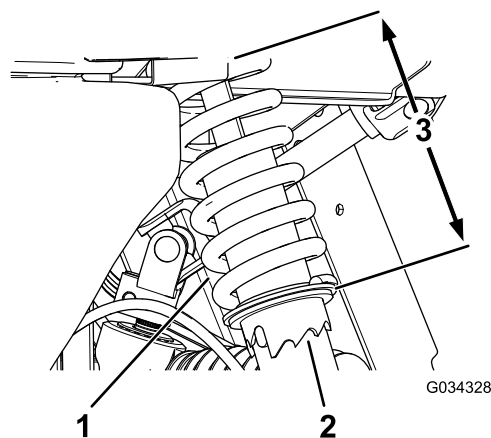

图 53
1. 使用 6010 号 Toro 工具旋转减震器上锁止环改变弹簧的长度 图 53。